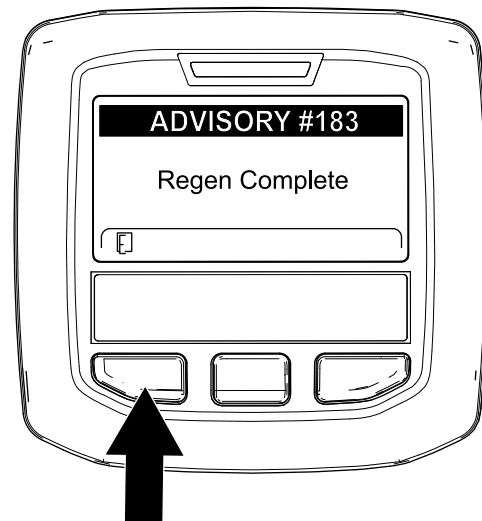

Figure 68
9. Quand le calculateur moteur achève une régénération en stationnement ou d'urgence, l'InfoCenter affiche ADVISORY #183 (avis n° 183) (Figure 68). Appuyez sur le bouton gauche pour quitter l'écran d'accueil.
Remarque: Si la régénération échoue, l'InfoCenter affiche Advisory #184 (avis n° 184) (Figure 68). Appuyez sur le bouton gauche pour quitter l'écran d'accueil.